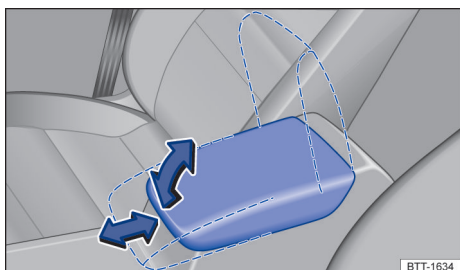

Fig. 81 Descansa-braço central dianteiro.
- Para *levantar*, puxar o descanso-braço central gradativamente para cima no sentido da seta → Fig. 81.
- Para *ajustar longitudinalmente*: deslocar o descanso-braço central totalmente para frente → Fig. 81 ou totalmente para trás.